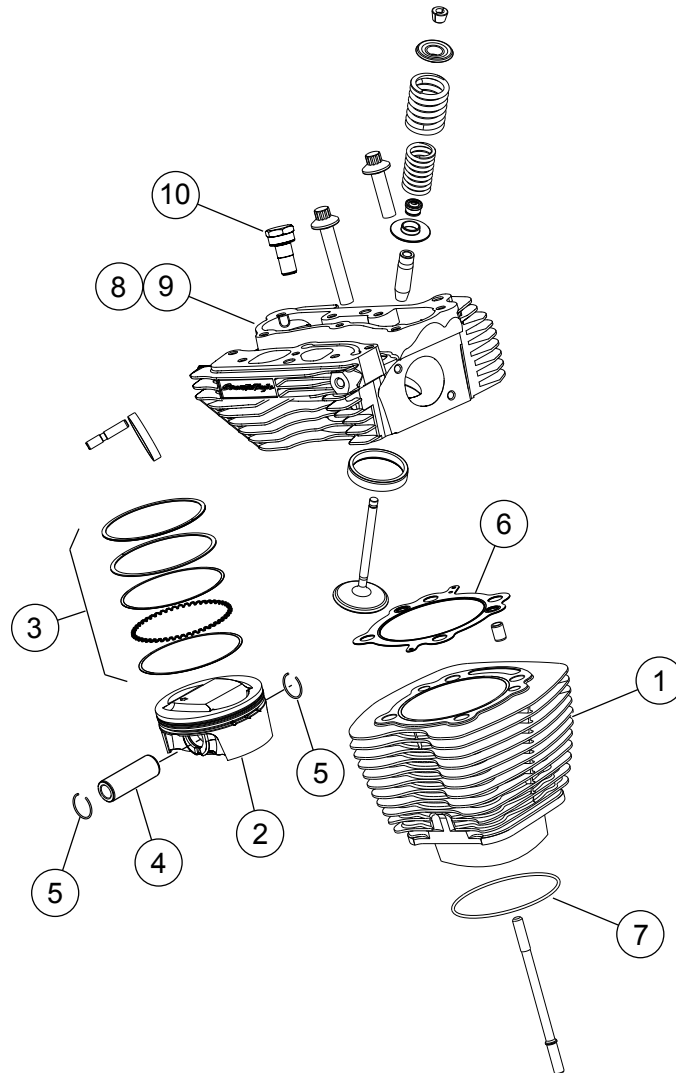
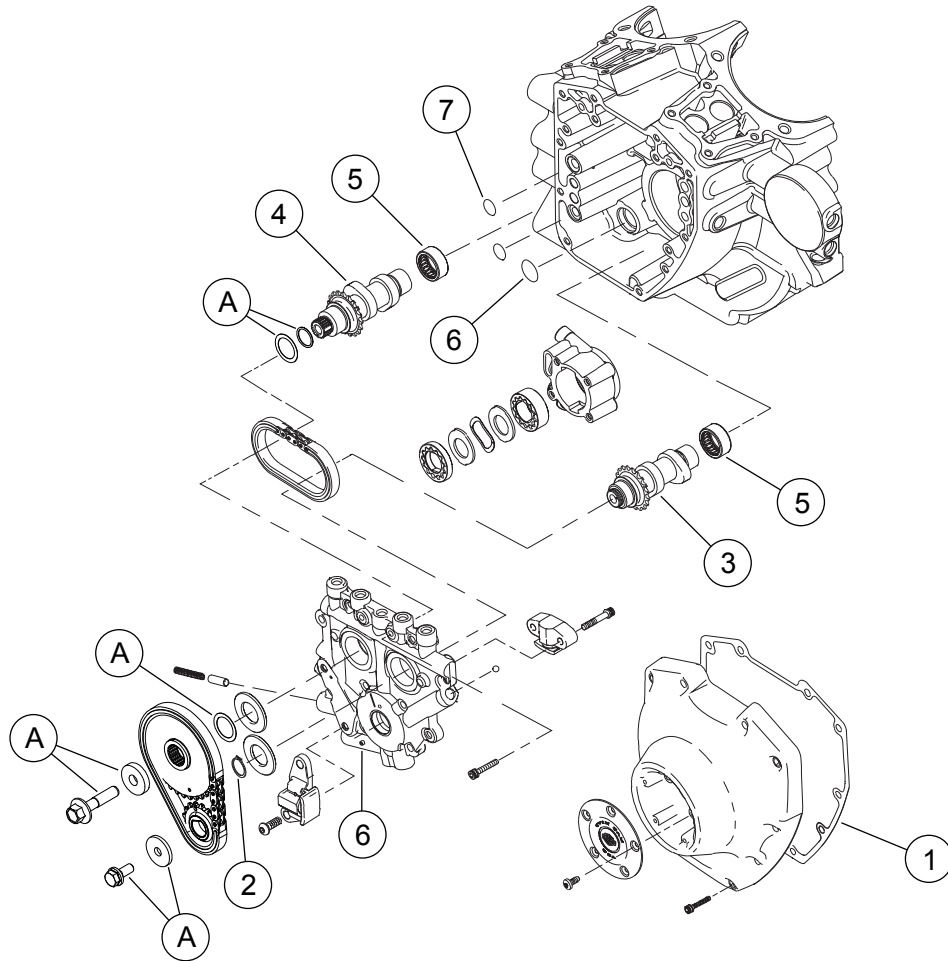

Figure 1. Mga Pamalit na Piyesa: Screamin' Eagle Pro TC 103 CI Stage 4 Kit
Figure 3. Mga Pamalit na Piyesa: Screamin' Eagle Pro TC 103 CI Stage 4 Kit
Tingnan Figure 1 upang Figure 3, at Talahanayan 1 upang Talahanayan 3.
1. Tingnan ang Figure 3. Suriin ang camshaft needle bearings (5) at palitan kung kinakailangan.
2. Tingnan Figure 1 hanggang Figure 3. I-assemble ang mga cam sa cam plate, mga cylinder head ng performance at top end ng engine gamit ang mga bahagi mula sa kit. Sumangguni sa naaangkop ng mga seksyon ng MAKINA sa manwal ng serbisyo.